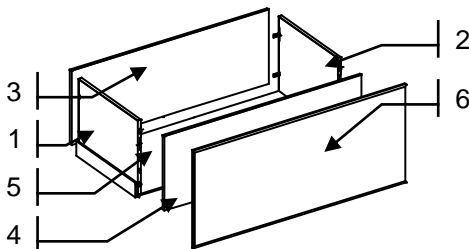

Рис.3 Сборка ящика
1. Совместив отверстия боковых царг ящика (поз. 1 и 2 рис.3) с отверстиями передней и задней царг (поз. 3 и 4 рис.3) скрепить их между собой конфирматами. Отверстия на пласти передней царги должны приходиться наружу.